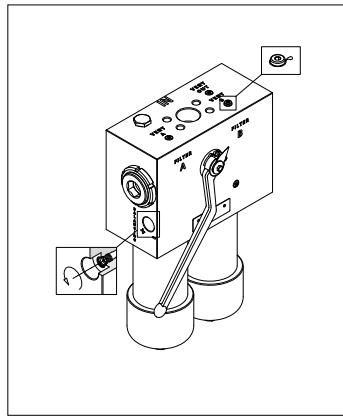

fig. 15
- (Fig. 15) Aprire la valvola di bilanciamento svitandola verso il segno “-”. Far fuoriuscire l’aria dall’impianto attraverso il tappo di sfiato allentato di un giro al massimo, finché il fluido di lavoro non inizia a trafilare